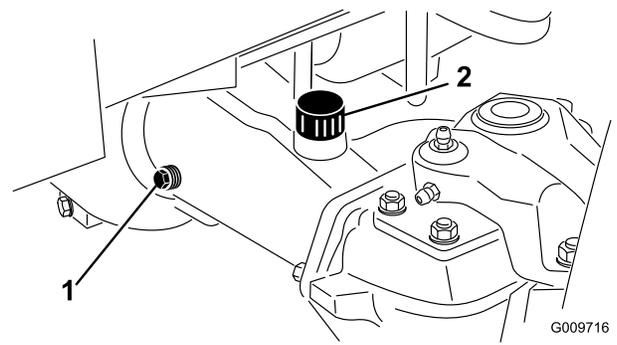

Figure 66
2. Retirez un bouchon de contrôle (Figure 66) à une extrémité du pont et vérifiez si le lubrifiant atteint le bas du trou. Si le niveau est bas, retirez le bouchon de remplissage (Figure 66) et ajoutez une quantité de lubrifiant suffisante pour rectifier le niveau.